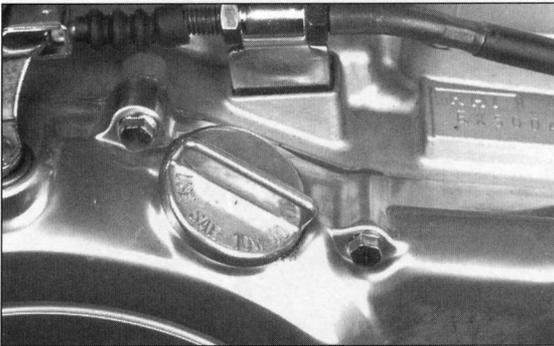

Bild 52
- Gegebenenfalls Öl (SAE 10W40, 10W50, 20W40 oder 20W50; API-Klassifikation SE oder SF) an Einfüllöffnung (Bild 52) bis zur oberen Marke auffüllen.